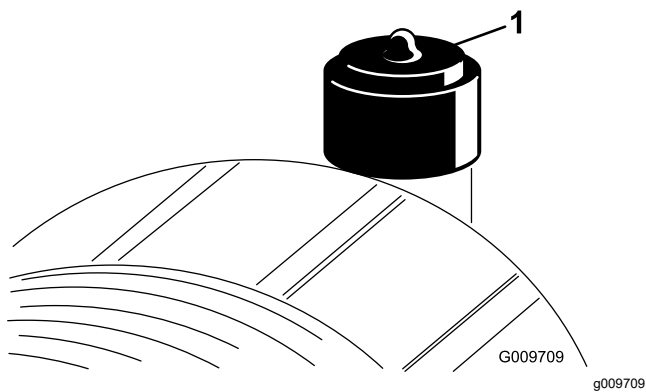

Figura 51
Effettuate la manutenzione dell'elemento filtrante del filtro dell'aria solo quando l'indicatore della restrizione (Figura 51) lo richiede. Sostituendo l'elemento filtrante del filtro dell'aria prima del necessario si aumenta il rischio che la morchia penetri nel motore quando lo si toglie.
2. Se la spia è rossa, resettate l'indicatore di restrizione (Figura 51).